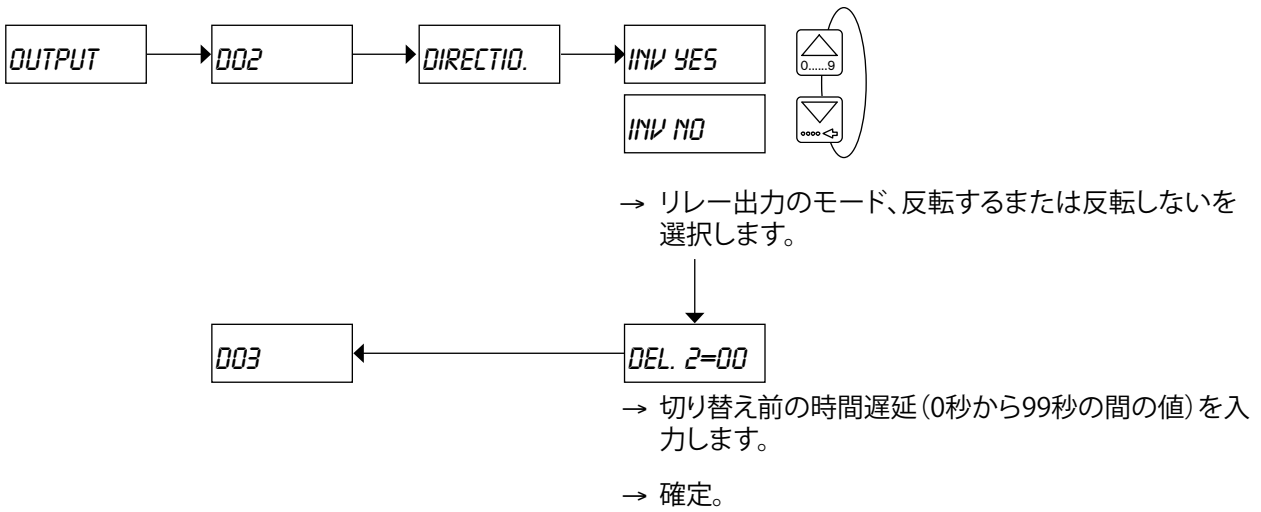

図 37: フロー方向逆転のメッセージ用のDO2またはDO3リレー出力のコンフィギュレーション
- フロー方向が変わった場合の負荷の切り替えのため。図 37を参照。